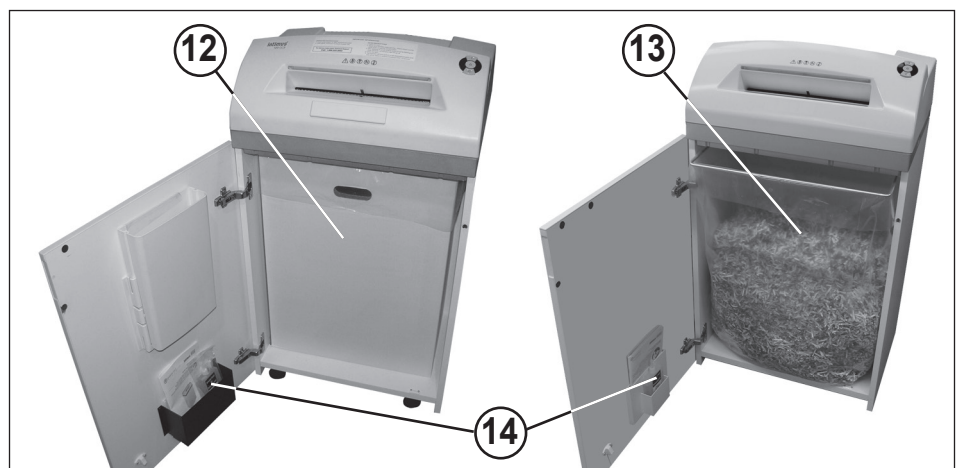

Fig. 4
12 = Depósito colector (Fig. 4)
13 = Saco colector de papel (Fig. 4)
14 = Recipiente de óleo (Fig. 4)
ESVAZIAR O DEPÓSITO COLECTOR / SACO COLECTOR PARA PAPEL (Fig. 4):
Abra a porta. O indicador de controlo (8) acende-se e o indicador LED (4) do botão de retrocesso (4), bem como o indicador de controlo (7) piscam. Retire o recipiente de óleo (14) (Fig. 4) do suporte da porta e volte a fechá-la.